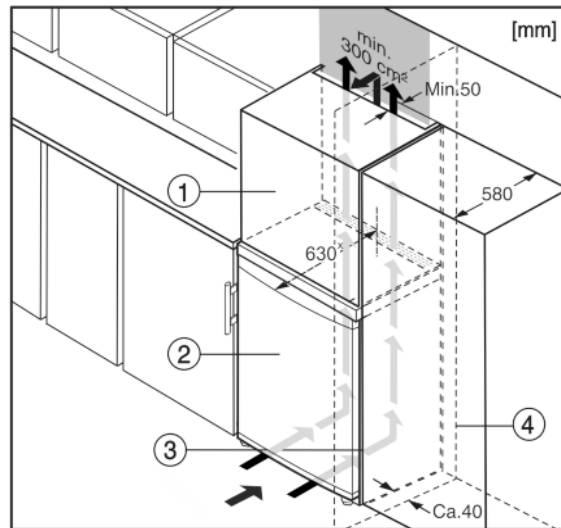

Fig. 10
L'appareil peut être réagencé avec des buffets de cuisine. Pour adapter l'appareil Fig. 10 (2) à la hauteur du coin cuisine, une rehausse Fig. 10 (1) peut être posée sur l'appareil.
Lors de la transformation avec des placards de cuisine (profondeur max. 580 mm), l'appareil peut être placé directement à côté du placard de cuisine Fig. 10 (3). L'appareil dépasse latéralement de 34 mmx et de 50 mmx au centre de l'appareil par rapport à la face avant du placard de cuisine.
Si l'appareil est installé avec les charnières à côté d'un mur Fig. 10 (4), la distance entre l'appareil et le mur doit être de 40 mm min. Ceci correspond à la saillie de la poignée lorsque la porte est ouverte.